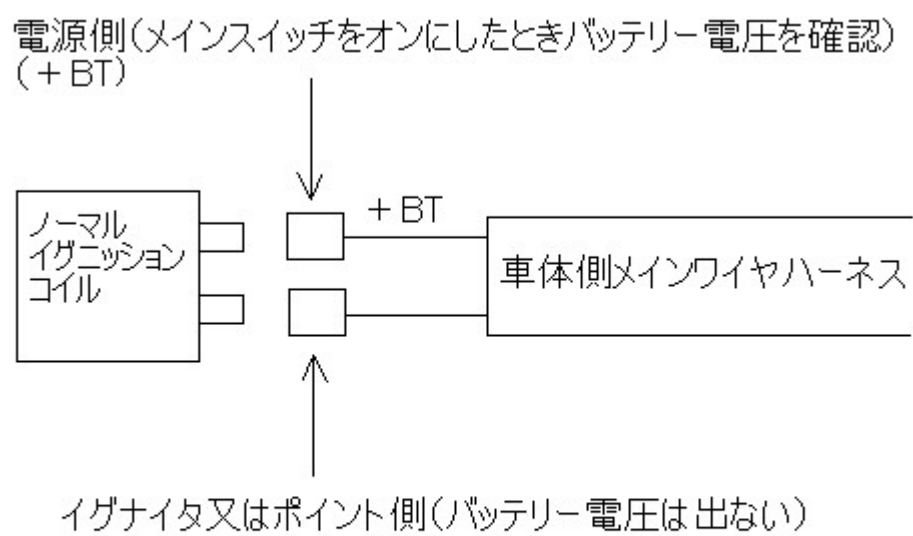
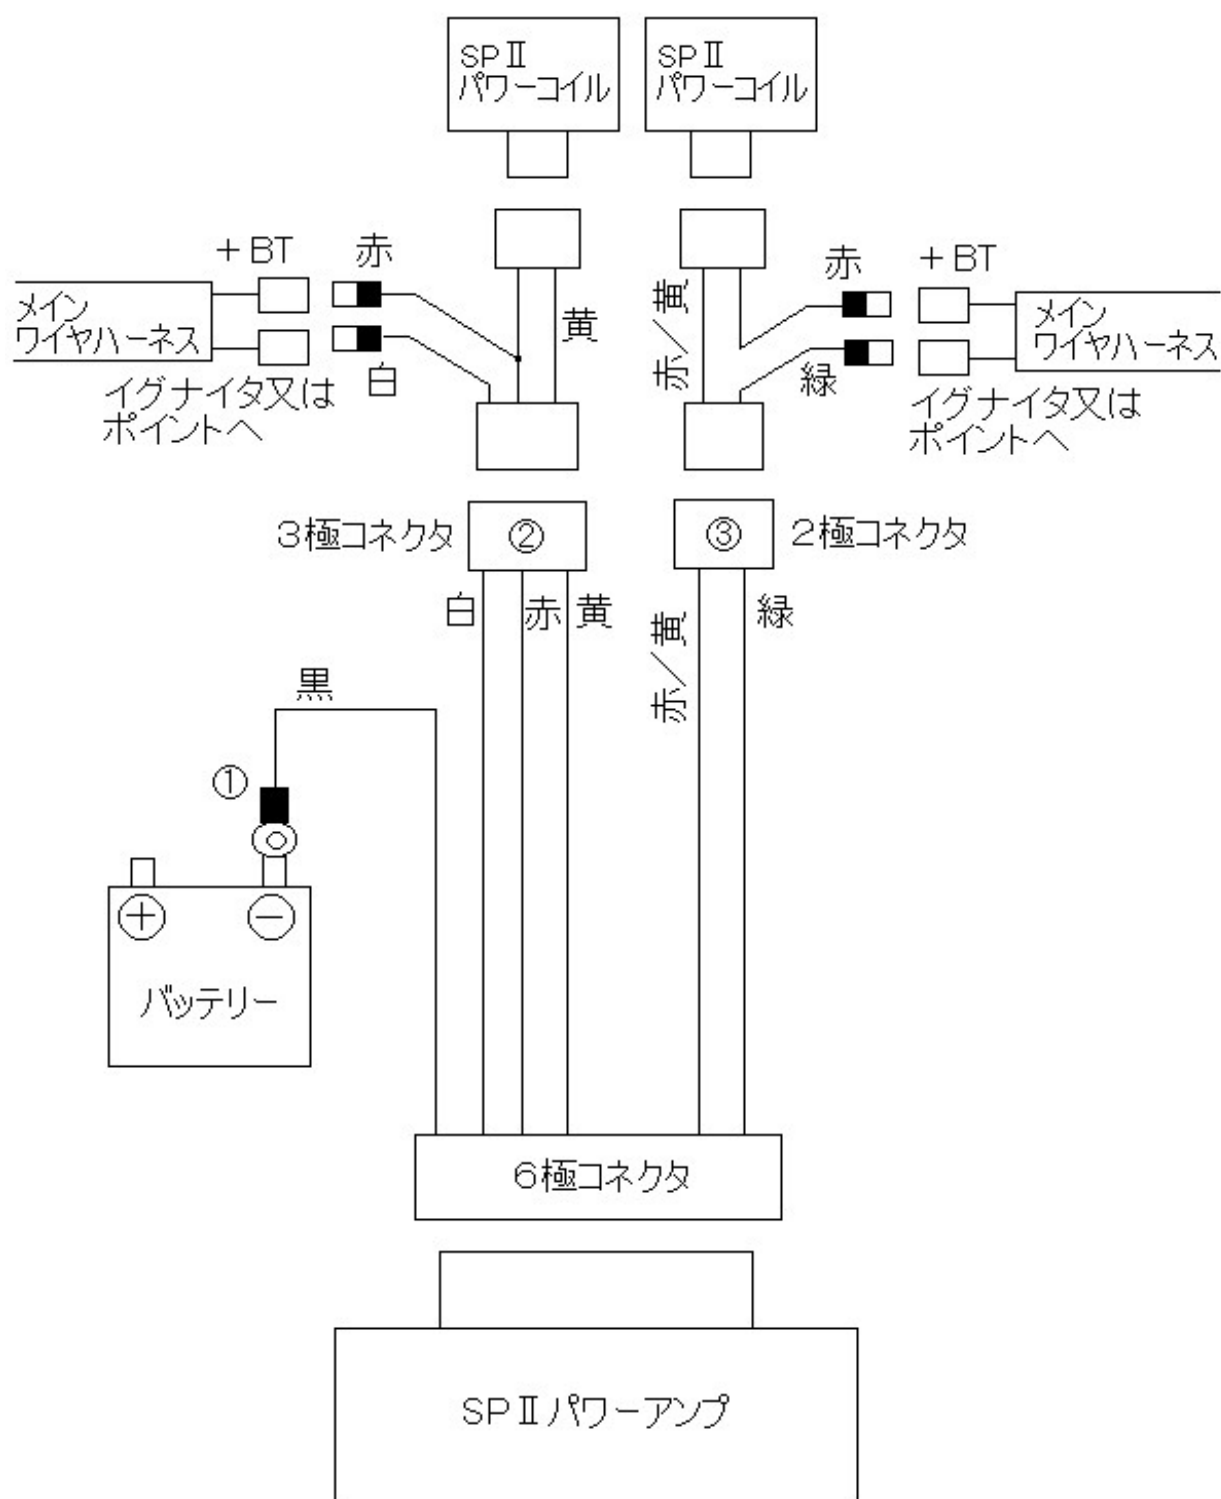

図1 電源側の確認
図2 配線図
- ① ノーマルイグニッションコイルを取り外して下さい。取り外した後、車体側の配線で電源側、イグナイタ側をテスターで確認して下さい(図1参照)
- ② SP2 パワーコイルとプラグコードを7、8ページ「プラグコードコネクタ装着方法」に従って接続して下さい。
- ③ SP2 パワーアンプの位置を設定し両面接着シートで固定して下さい。アンプは熱を発生しますので風通しに十分注意してください。
- ④ 図2のように SP2 ワイヤハーネスを接続して下さい。配線の長さを適当にカットして調整して下さい。図の②③のコネクタは相手側と配線色が同じになるようにセットして下さい。①のアース端子は付属の熱収縮チューブで保護して下さい。イグニッションコイルが2個の場合、②③のコネクタにどちらのコイルが接続されても構いません。イグニッションコイルが1個の場合②の3極コネクタのみになります。